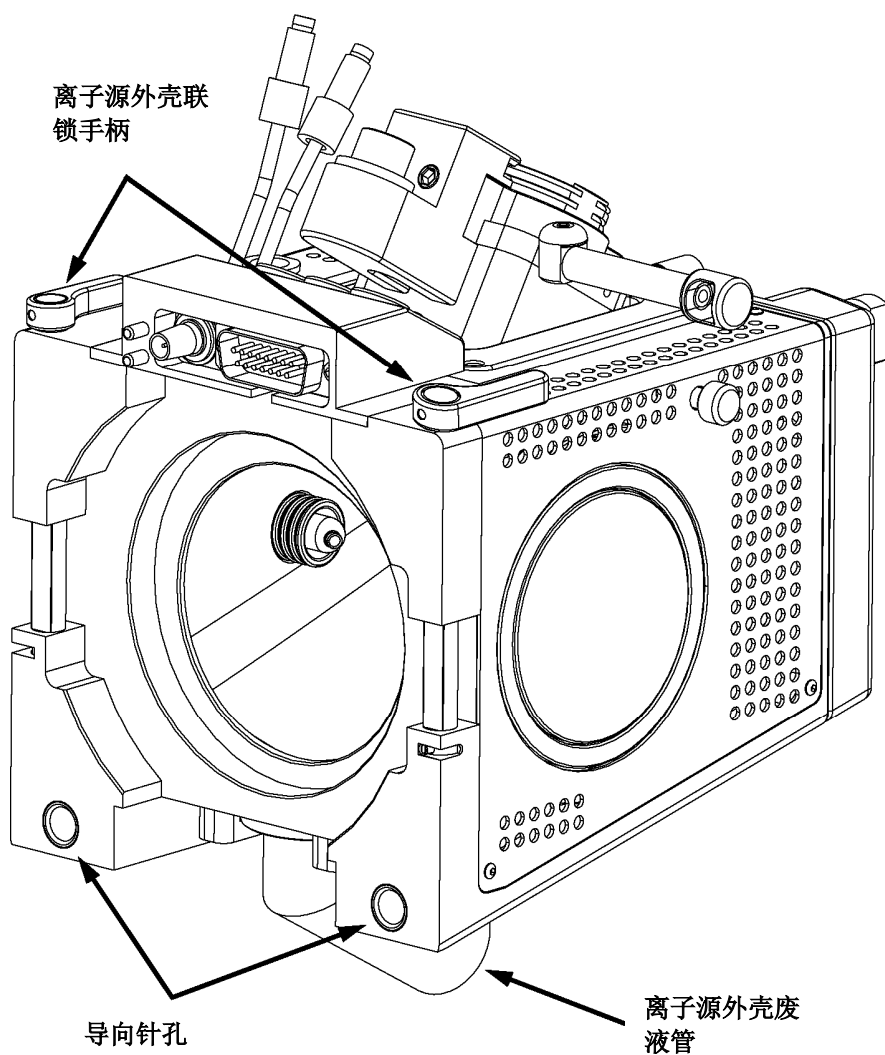
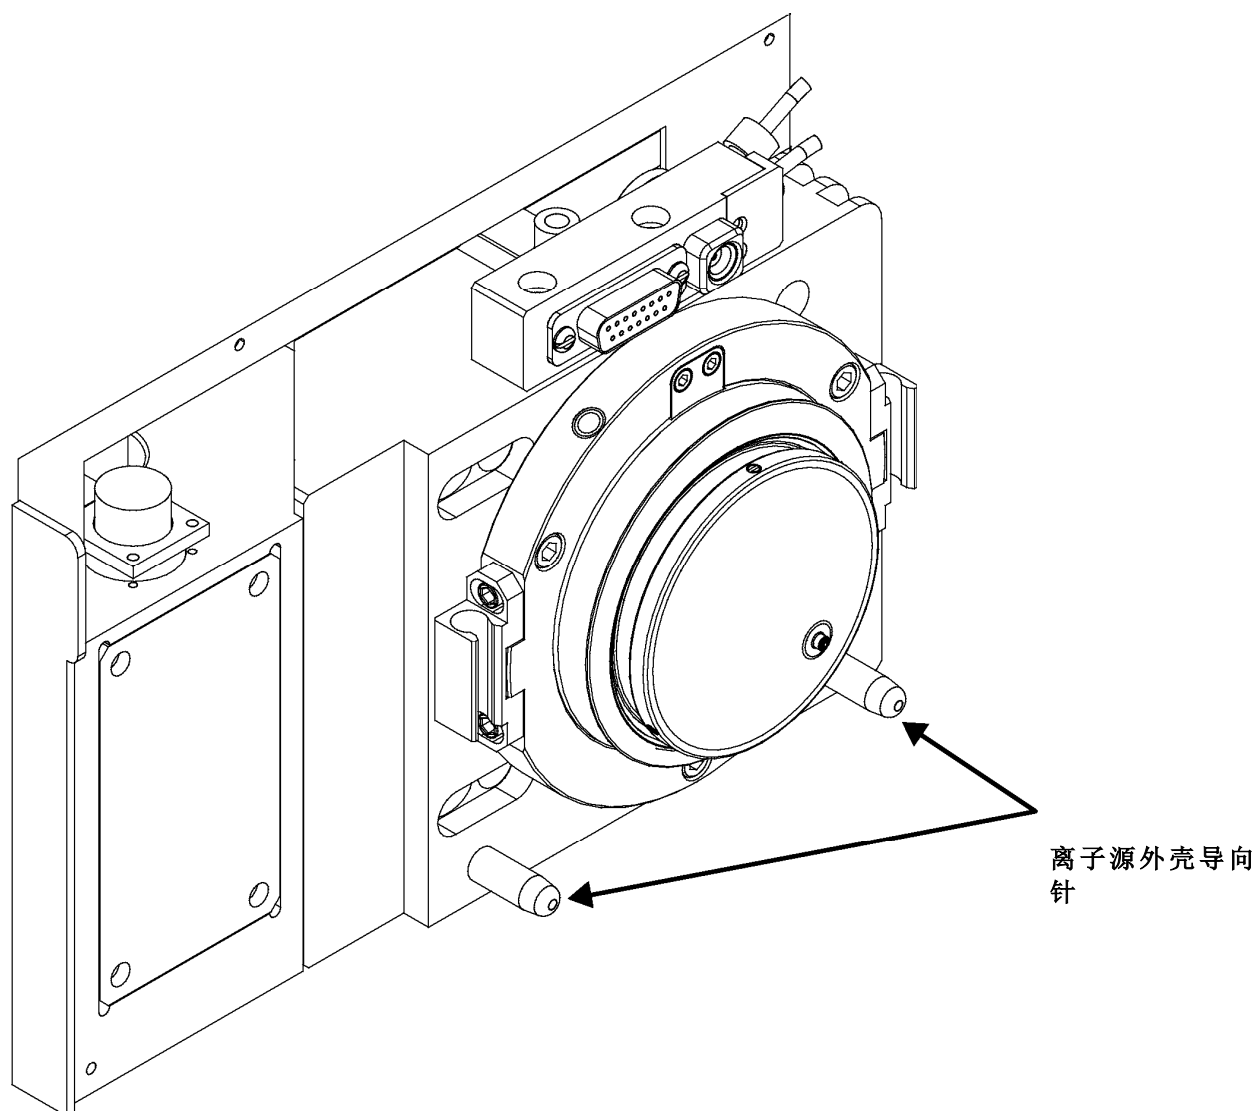

图6-5. Ion Max离子源外壳后视图
图6-6. 离子源组件，图中显示了离子源外壳导向针
1. 仔细将离子源外壳背面的两个导向针孔与质谱仪离子源外壳上的导向针对齐，然后小心按压，将离子源外壳安装到离子源组件上。见图6-5和图6-6。